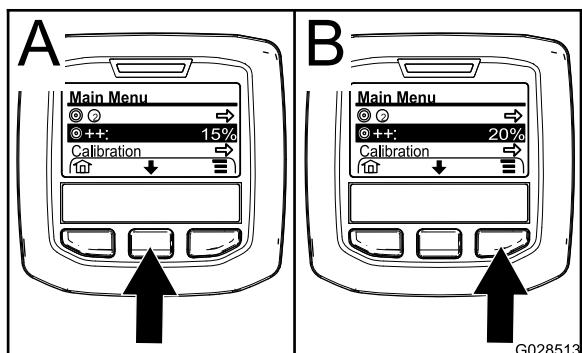

Figura 58
2. Se necessario, premete il pulsante di selezione centrale per evidenziare il potenziamento del volume di applicazione (Figura 58).
Nota: L'icona del potenziamento del volume di applicazione ha le sembianze di 2 segni (+) a destra di un bersaglio (Figura 58).
3. Premete il pulsante di selezione destro (Figura 58) per aumentare la percentuale di potenziamento in intervalli incrementali di 5% (massimo 20%).